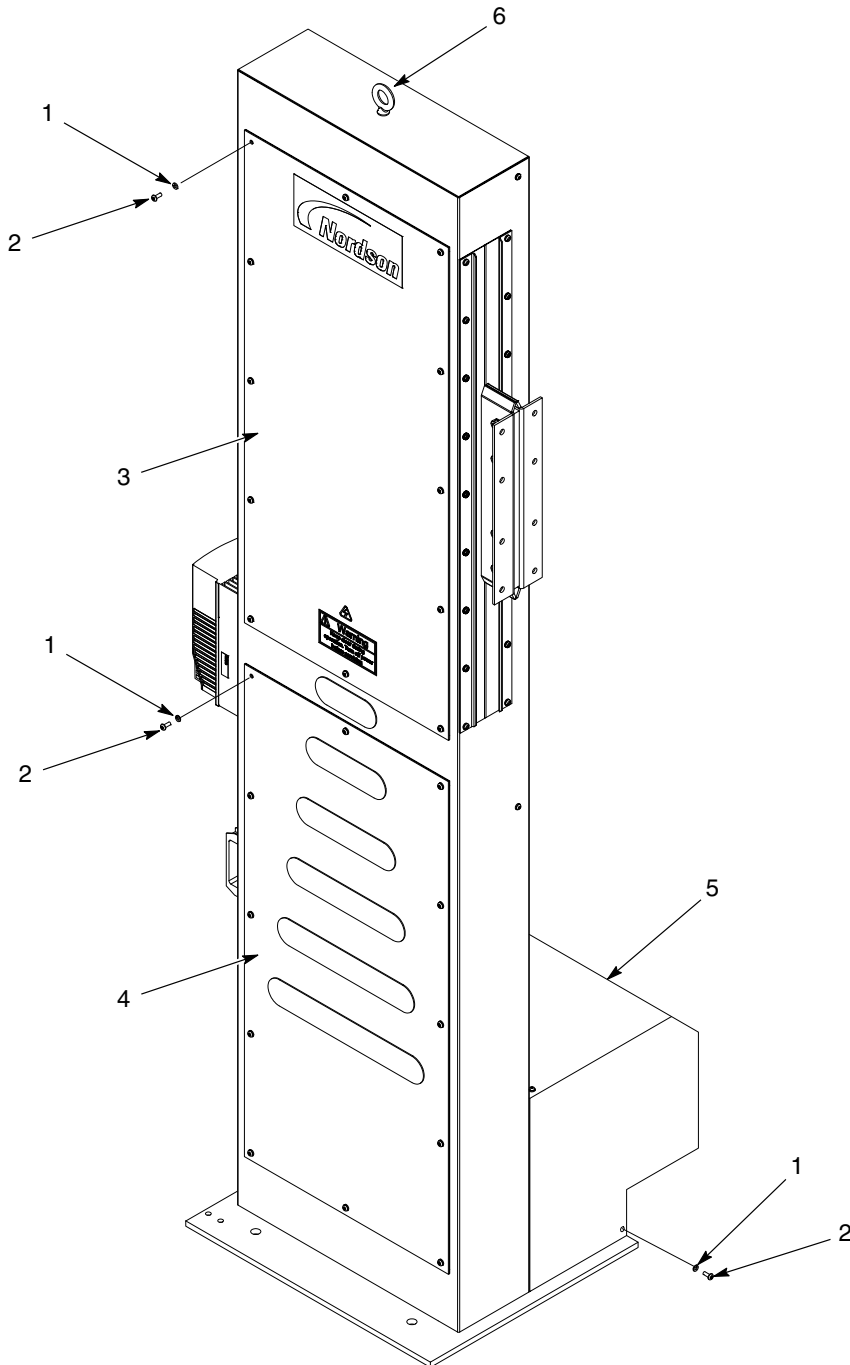

Figura 2 Extracción de las cubiertas
2. Ver la figura 2. Fijar el equipo de elevación al perno ojal (6). Elevar cuidadosamente el oscilador hacia arriba y hacia fuera del embalaje de transporte.
4. Retirar los tornillos (2) y las arandelas de bloqueo (1) que fijan las cubiertas (3, 4) y la cubierta del motor de engranaje (5).